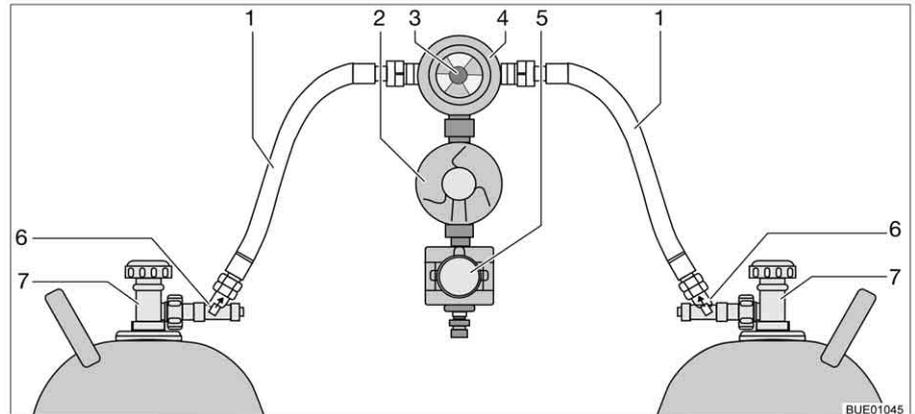

Fig. 143 Instalación de conmutación Crash Protection Unit
La Crash Protection Unit se compone de dos restrictores de desbloqueo manual (Fig. 143,6), una válvula selectora (Fig. 143,4) con regulador de presión (Fig. 143,2), una electroválvula (Fig. 143,5) y la unidad de mando con LED de tres colores. La válvula selectora está montada entre las dos gomas del gas (Fig. 143,1).
Con el botón giratorio (Fig. 143,3) en la válvula selectora se puede determinar cuál de las bombonas de gas se utilizará como bombona de servicio y cuál bombona de gas como bombona de reserva.
En la unidad de mando (Fig. 144) únicamente pueden conmutarse las funciones eléctricas. Las llaves de paso principales de las bombonas de gas (Fig. 143,7) y los desbloques (Fig. 143,6) deben abrirse a mano.
- Abrir las llaves de paso principales en las bombonas de gas (Fig. 143,7).
- Pulsar los desbloques (Fig. 143,6), uno tras otro, durante 10 segundos.
- Con el botón giratorio (Fig. 143,3) en la válvula selectora (Fig. 143,4), seleccionar la bombona de gas de la que habrá de tomarse el gas principalmente (bombona de servicio). Girar el botón giratorio siempre hasta el tope.
- Cerrar las llaves de paso principales en las bombonas de gas (Fig. 143,7).